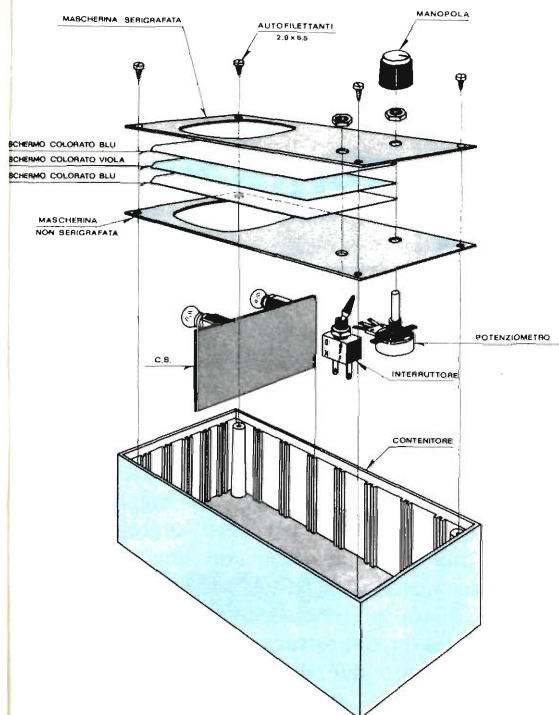

Fig. 6 - Esploso di montaggio finale.
- Montare la mascherina serigrafata insieme alla mascherina non serigrafata, come indicato nella fig. 6, interponendo fra le due mascherine gli schermi colorati blu, viola e blu.
- Infilare il circuito stampato nelle apposite guide del contenitore, come mostra la fig. 6.